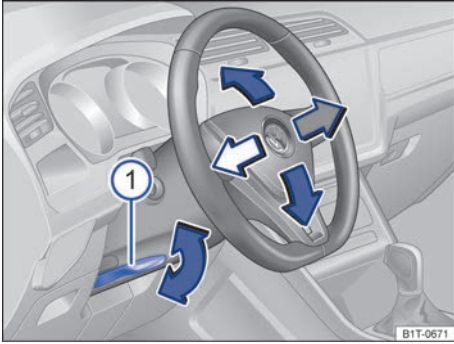

Fig. 88 Debajo del volante, en el guarnecido de la columna de dirección: palanca para el ajuste manual de la posición del volante.
- Tire hacia abajo de la palanca → fig. 88 ①.
- Después del ajuste, presione siempre la palanca → fig. 88 ① firmemente hacia arriba para que no se modifique la posición del volante accidentalmente durante la marcha.